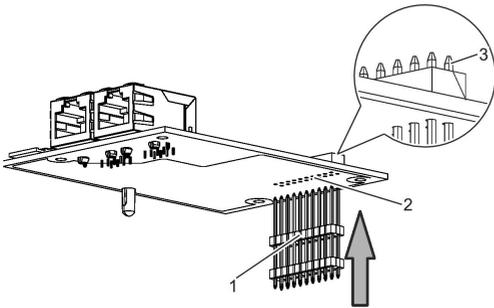

Fig. 8: Fixation de la broche de connecteur
3. ► Prenez la broche de connecteur (1) et poussez-la, avec les extrémités plus longues, depuis le dessous, dans le module d'extension EM-IP (Voir la Fig. 8/2).
Poussez la broche de connecteur suffisamment loin de sorte que les broches dépassent légèrement sur le côté supérieur (Voir la Fig. 8/3).